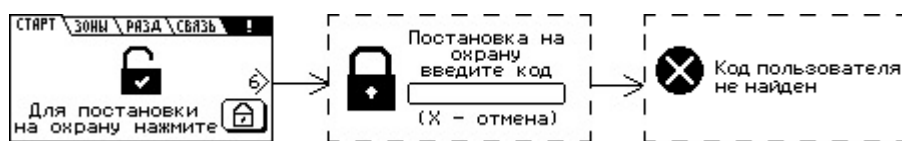

Рисунок 28 – Постановка на охрану раздела запрещена – неверный код пользователя
5) Если введенный код пользователя не совпадает с кодами, занесёнными в память прибора, на экране отображается сообщение об ошибке постановки под охрану (рисунок 28) и звучит тройной сигнал ошибки.